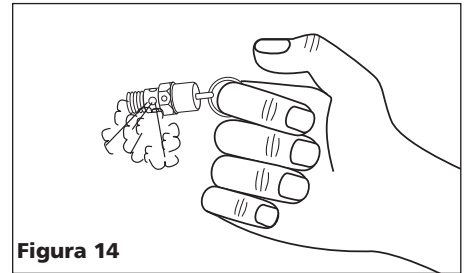

Figura 14
- b. Usando gafas de protección, tire del anillo de la válvula de seguridad para liberar la presión del tanque del compresor. Protéjase contra el aire a alta velocidad que se libera; no permita que el aire a alta velocidad quede dirigido hacia su rostro (vea la Figura 14).